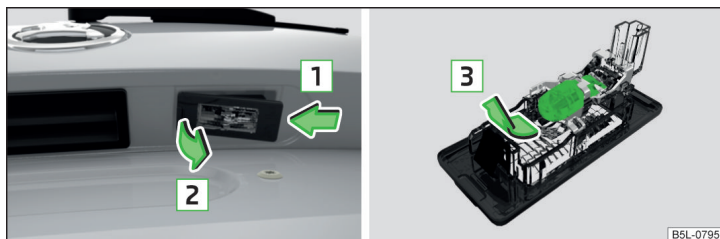

Fig. 203 Demontarea lămpii pentru numărul de înmatriculare / Înlocuirea becului
- Apăsați lampa în sensul săgeții **1** » fig. 203, până când se va desprinde.